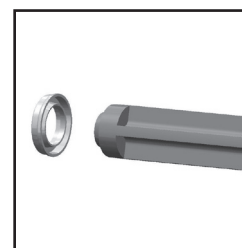

Fig. 32
7. Placer un joint arrière neuf sur l'outil d'entretien : les rainures doivent s'ajuster dans la forme de l'outil d'entretien. (Voir fig. 32)